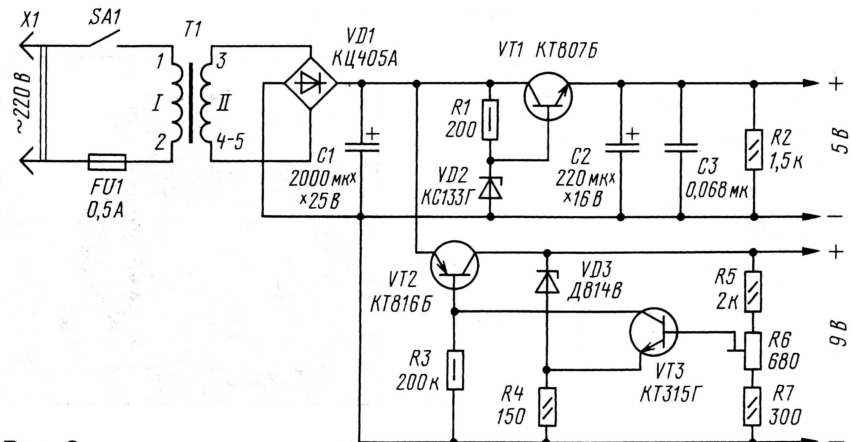

Рис. 6
**Блок питания (рис. 6).** Для питания блоков игры разным напряжением (5 и 9 В) нужен был, конечно, блок питания с двумя стабилизаторами, собранный с применением готового доступного понижающего трансформатора. Просмотрев немало публикаций на страницах журнала "Радио", кружковцы выбрали стабилизатор на 5 В из статьи В. Борисова "Частотомер с цифровой индикацией" в "Радио", 1985, № 11, с. 50, а на 9 В — из статьи А. Межлумяна "Стабилизатор напряжения к автомобильному аккумулятору" в "Радио", 1985, № 1, с. 54. Оба стабилизатора питаются от выпрямителя, выполненного на выходном трансформаторе кадровой развертки черно-белого телевизора ТВК-110ЛМ. В первом стабилизаторе хорошая работа наблюдалась со стабилизатором KC133Г (VD2), но при появлении сбоя или недостаточном выходном напряжении его лучше заменить на KC156A. Со вторым стабилизатором проще — его выходное напряжение можно точно установить равным 9 В подстроечным резистором R6.